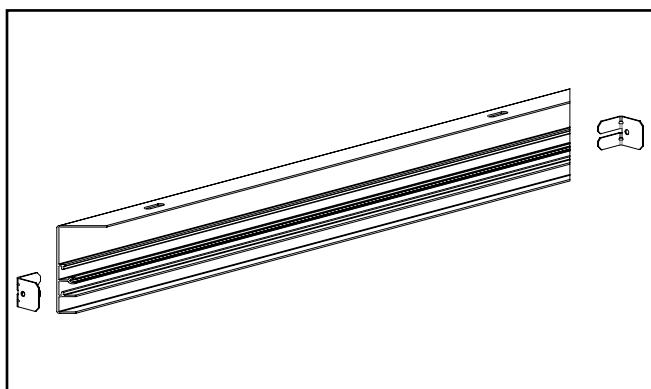

Figura 1.
- Deslice dos (2) soportes en L en el canal del tornillo del marco. (Figura 1).